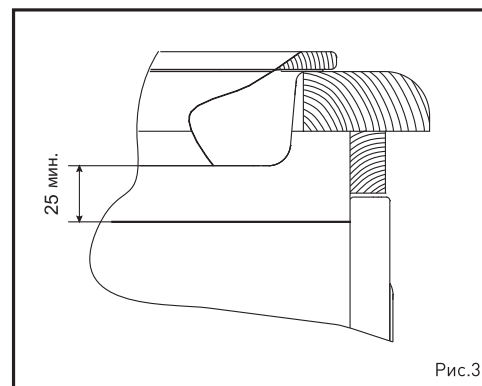

Рис.3
- При совместной установке варочной панели и электрошкафа необходимо учитывать выступание корпуса варочной панели из нижней части столешницы и верхней части корпуса электрошкафа. Их непосредственный контакт не допускается. Рекомендуемый воздушный зазор должен составлять не менее 25 мм. (Рис. 3).